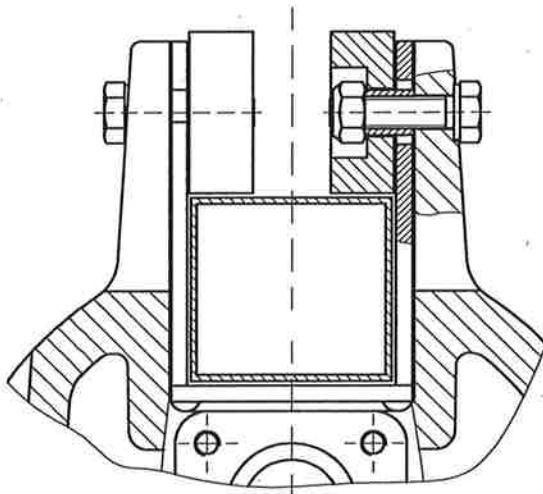

Bild 10 / Fig. 10
(Siehe Bild 10).
(See Fig. 10)
**Installationsbeispiel** mit fester Installation als Strömungsbeschleuniger. Für diese Installation wird empfohlen, die offene Halterung zu verwenden. (Siehe Bild 10).
**Installation example** - Fix installation as a Flow Booster - Open mixer bracket should be used. (See Fig. 10)